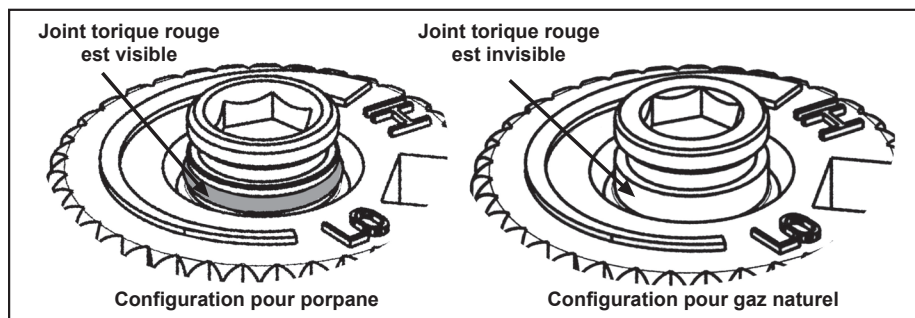

Figure 14: Joint torique sur la vis de la valve.
- g) Vérifiez que si la conversion est du gaz naturel au propane, que la vis doit être ré-assemblée avec le joint torique visible rouge (voir figure 14). Si la conversion est du propane au gaz naturel, le joint torique rouge de la vis ne doit pas être visible.